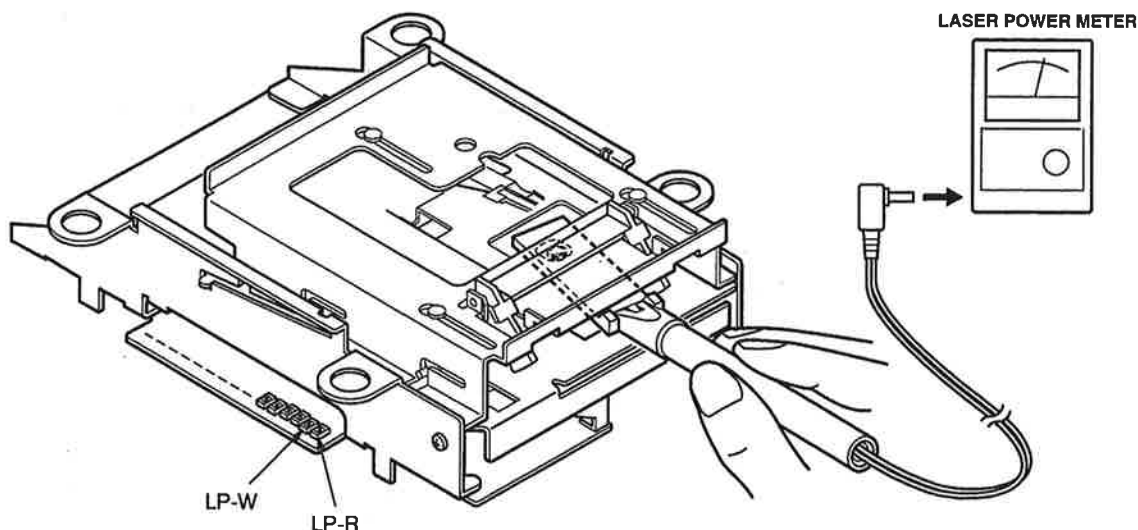

Fig. 5-4
7. As shown in Fig. 5-4, insert the sensor of the Laser Power Meter into the drive unit so that the sensor comes onto the top of the pickup lens.
7. 図5-4のようにレーザー・パワー・メーターのセンサーをドライブ・ユニットに挿入し、センサーがピック・アップのレンズの上にくるようにする。